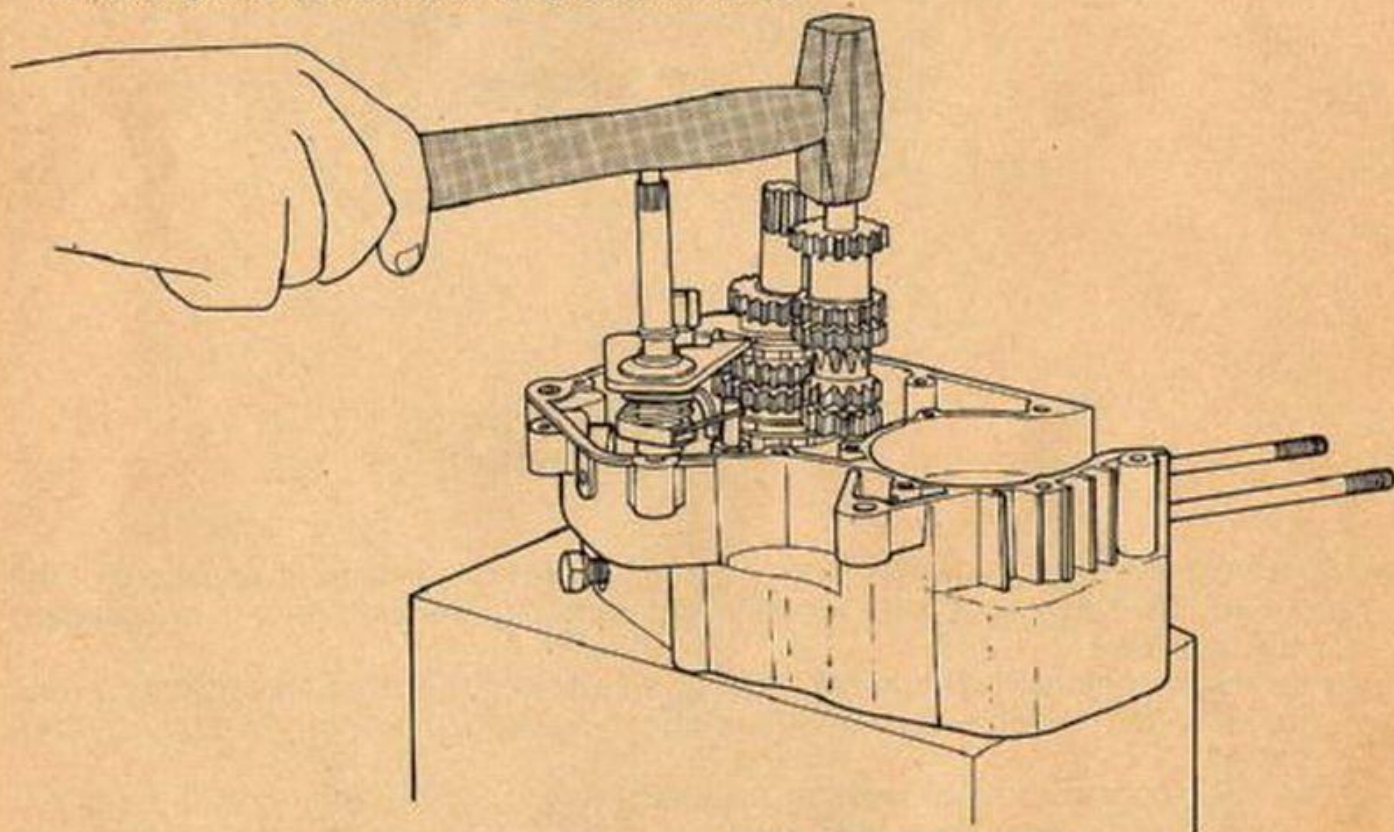

FIG. 42 Montaggio albero primario
- 5) **METTERE** l'albero a cammes nella posizione di 2a velocità quindi infilare l'albero primario nella sua sede battendo leggermente con un martello di legno-cuoio o plastica (fig. 42).